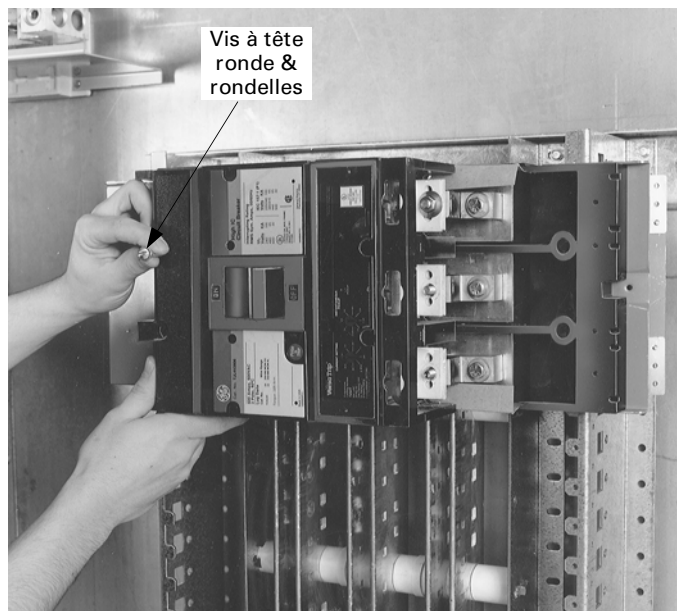
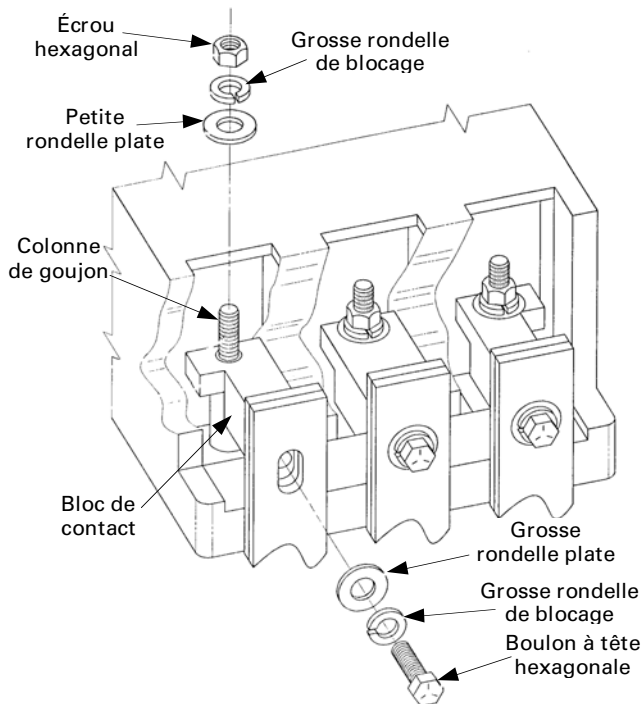
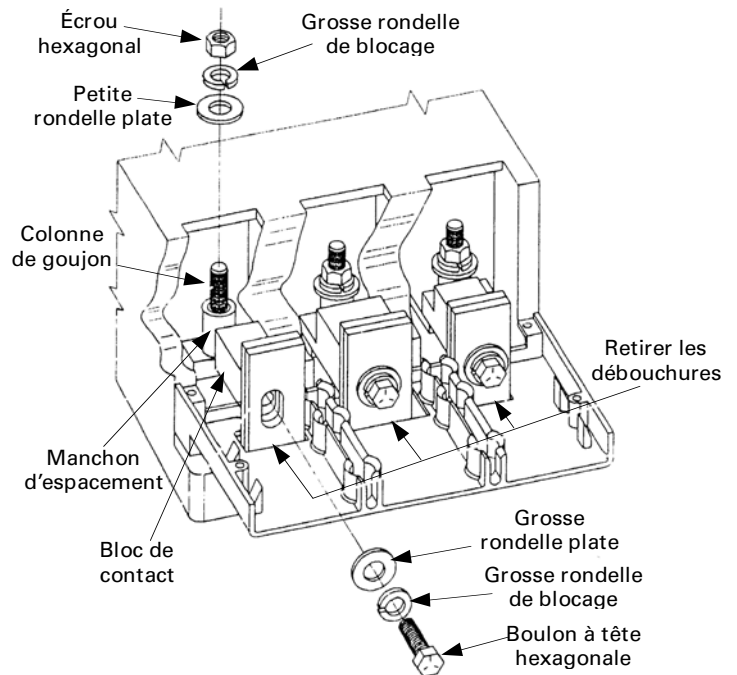

Figure 4. Pour attacher le disjoncteur au module.
Figure 6. Fixation du bloc de contact aux goujons et aux barrettes.
Figure 7. Fixation du bloc de contact aux goujons et aux barrettes pour un disjoncteur SKPA utilisé comme dispositif de dérivation.
- a. **Disjoncteurs TKM et THKM utilisés comme dispositifs de principal (cosses uniquement sur le côté ON du disjoncteur).** Placer le côté OFF du disjoncteur sur les colonnes des goujons, comme montré à la Figure 4. Attacher le disjoncteur au module avec les vis à tête ronde, les petites rondelles de blocage et les rondelles plates, fournies. Placer les blocs de contact sur les colonnes des goujons.
- b. **Disjoncteurs TKL4V et TK4V utilisés comme dispositifs de principal (cosses uniquement sur le côté ON du disjoncteur).** Placer le côté OFF du disjoncteur par-dessus les colonnes du goujon, comme montré à la Figure 4. Attacher le disjoncteur au module avec les vis à tête ronde, les petites rondelles de blocage et les rondelles plates, fournies. Placer les blocs de contact sur les colonnes de goujon et fixer avec des écrous hexagonaux, de petites rondelles plates et les grosses rondelles de blocage. Fixer les barrettes aux blocs de contact avec les boulons à tête hexagonale, les grosses rondelles plates, et les gros écrous de blocage, comme montré à la Figure 6. Serrer les vis à 35–50 lb.-po. et les écrous et boulons à 200–250 lb.-po.
**c. Disjoncteurs SKHA, SKLA et SKPA utilisés comme dispositifs de principal (cosses uniquement sur le côté ON du disjoncteur).** Placer les blocs de contact sur le côté OFF des plages de connexion de borne du disjoncteur, et ensuite placer le côté Off du disjoncteur par-dessus les colonnes des goujons, comme montré à la Figure 4. Attacher le disjoncteur au module avec les vis à tête ronde, les petites rondelles de blocage et les rondelles plates, fournies. Fixer les blocs de contact avec les écrous hexagonaux, de petites rondelles plates et de grosses rondelles de blocage. Fixer les barrettes aux blocs de contact avec les boulons à tête hexagonale, les petites rondelles plates et les grosses rondelles de blocage, comme montré à la Figure 6. Serrer les vis à 35–50 lb.-po. et les écrous et boulons à 200–250 lb.-po.
**d. Tous les types de disjoncteurs sauf SKPA utilisé comme dispositif de dérivation (cosses uniquement sur le OFF du disjoncteur).** Placer le côté On du disjoncteur par-dessus les colonnes de goujons. Attacher le disjoncteur au module avec les vis à tête ronde, les petites rondelles de blocage et les rondelles plates, fournies, comme montré à la Figure 4. Placer les blocs de contact sur les colonnes des goujons. Placer les manchons d'espacement sur le bloc et fixer chacun d'entre eux avec un écrou hexagonal, une petite rondelle plate, et une grosse rondelle de blocage. Fixer les barrettes aux blocs de contact avec des boulons à tête hexagonale, de grosses rondelles plates, et de grosses rondelles de blocage, comme
**e. Disjoncteurs SKPA (uniquement) utilisés comme dispositifs de dérivation (cosses uniquement sur le côté OFF du disjoncteur).** Placer le côté ON du disjoncteur par-dessus les colonnes des goujons. Attacher le disjoncteur au module avec les vis à tête ronde, les petites rondelles de blocage et les rondelles plates, fournies, comme montré à la Figure 4. Retirer les débouchures du couvercle de cosse inférieure, placer le couvercle de cosse par-dessus les barrettes, comme montré à la Figure 7, et, attacher selon les instructions de disjoncteur GEH-5592. Placer les blocs de contact sur les colonnes des goujons. Placer les manchons d'espacement sur les blocs de contact et fixer chacun d'entre eux avec un écrou hexagonal, une petite rondelle plate, et une grosse rondelle de blocage. Fixer les barrettes aux blocs de contact avec des boulons à tête hexagonale, de grosses rondelles plates et de grosses rondelles de blocage, comme montré à la Figure 7. Serrer les vis à 35–50 lb.-po. et les boulons à 200–250 lb.-po.